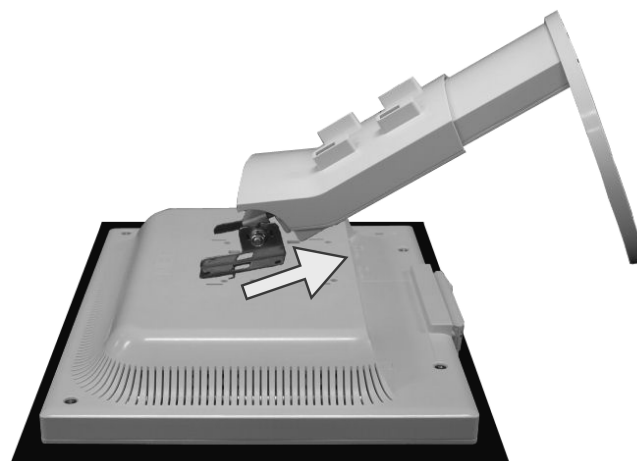

Figura S.5
7. Sollevare il supporto per sganciare i ganci inferiori e rimuovere il supporto (**figura S.5**).